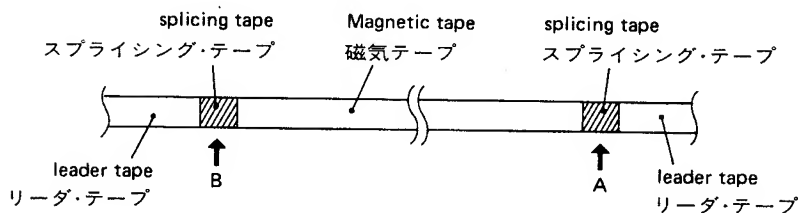

Fig. 4-9 Photo sensor adjustment (2) フォト・センサ調整(2)
2. Playing, in REV direction, magnetic tape portion of test tape consists of elements in Fig. 4-9 (MTT-5551 tape, etc.), adjust R84 so that a voltage of 3.0 V is obtained at TP.
5. Set AUTO REVERSE switch in  position, then play tape in FWD mode from point A in Fig. 4-9. Check that tape motion changes in REV play mode at point B, then changes in FWD play mode at point A.
2. Fig. 4-9 に示す構成のテスト・テープ (MTT-5511 等) の磁気テープ部分を REV プレイで走行させたとき、TP の電圧が 3.0 V になるよう R84 を調整する。
5. AUTO REVERSE スイッチを  位置にセットし、テープを Fig. 4-9 の A 点より FWD プレイさせる。テープが B 点の位置で REV プレイに反転し、その後 A 点の位置から再び FWD プレイ動作することを確認する。